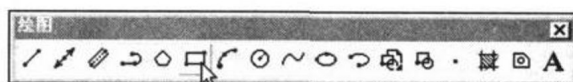

图 2-8 单击“绘图”工具栏中的“矩形”按钮
(14) 单击“绘图”工具栏中的“矩形”按钮 ，如图 2-8 所示，命令行提示如下：